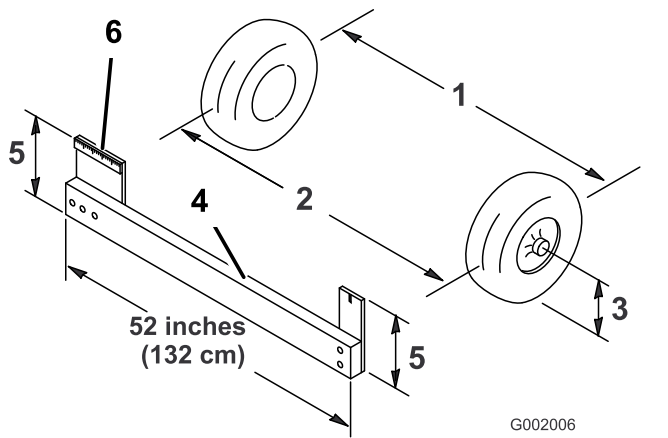

Figura 50
4. Măsurați distanța dintre anvelope la înălțimea osiei, atât în partea din față, cât și cea din spate a anvelopelor frontale (Figura 50).
**Notă:** Vei avea nevoie de un dispozitiv de fixare sau un indicator de aliniere pentru a măsura la nivelul părții din spate a anvelopelor față la înălțimea osiei. Utilizați același dispozitiv de fixare sau indicator de aliniere pentru a măsura cu precizie la nivelul părții din față a anvelopelor față la înălțimea osiei (Figura 50).